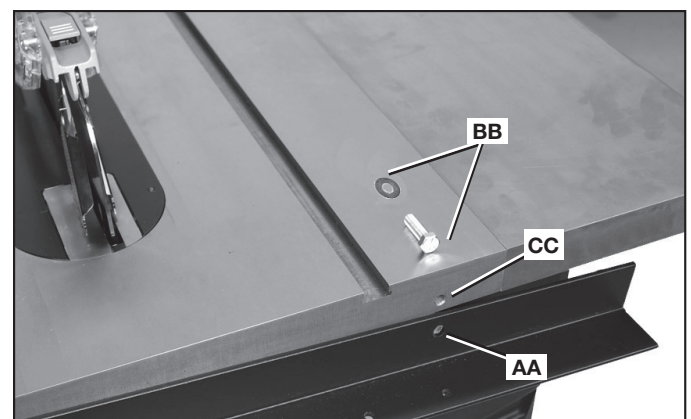
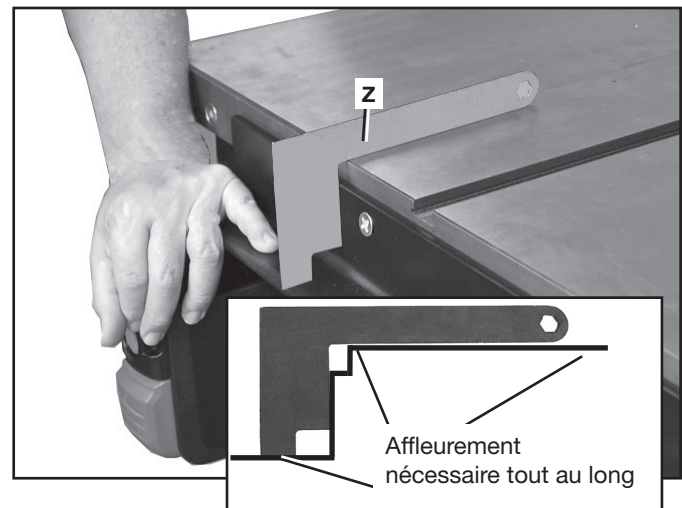

FIG. 12
FIG. 14
1. Aligner les deux trous sans fraisure (dont l'un est illustré à (AA) fig. 12) de la barre de guidage arrière avec les deux trous du bord arrière de la table de la scie.
2. Enfiler des rondelles de blocage de 3/8 po sur les deux vis à tête hexagonale de 3/8-24 x 31,2 mm (1-1/4 po). (Quincaillerie illustrée à (BB) fig. 12.)
3. Insérer des vis dans les deux trous de la barre de guidage et les visser dans les deux trous taraudés — dont l'un est illustré à (CC) Fig. 12 — de la table de la scie; **NE PAS LES SERRER À FOND POUR LE MOMENT.**
4. À l'aide du gabarit (Z) fig. 14, vérifier la position de la barre de guidage, du côté gauche de la table comme dans l'illustration, puis du côté droit. Après le serrage, effectuer un nouveau contrôle des côtés gauche et droit. Le guide d'onglet doit toucher entièrement la table, mais tout juste la surface de la barre de guidage. Consulter l'encadré de la figure 12.
d'assemblage de la barre de guidage avant une fois que la barre de guidage est bien placée à la profondeur voulue. Consulter l'encadré de la fig. 12 pour visualiser l'affleurement nécessaire.